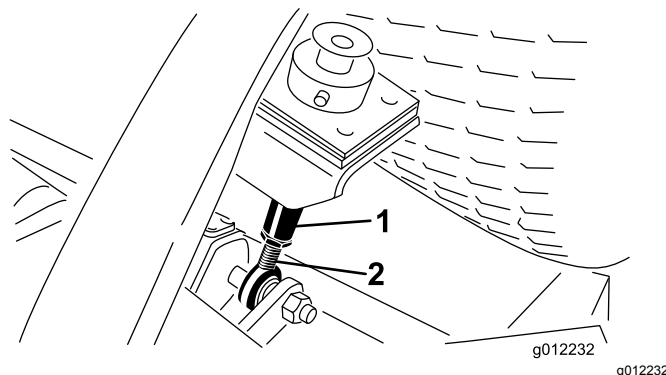

Figure 11
8. Desserrez les écrous de blocage en bas des tiges de réglage de hauteur de coupe (Figure 11).